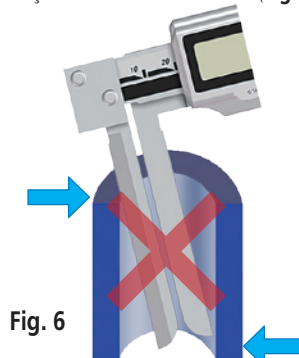

Fig. 6
2. Não meça uma peça com as faces de medição inclinadas. Procure sentir que as faces de medição estão bem encostadas. (Fig. 6)